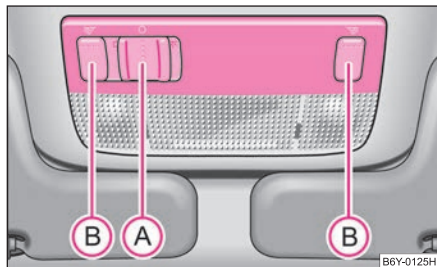

Fig. 37 Partie du revêtement de pavillon: Eclairage intérieur AV
- Poussez le contacteur **A** vers la droite sur la position ⇒ fig. 37.
- Appuyez sur l'un des contacteurs **B** ⇒ fig. 37, afin d'allumer ou d'éteindre le spot de lecture droit ou gauche.